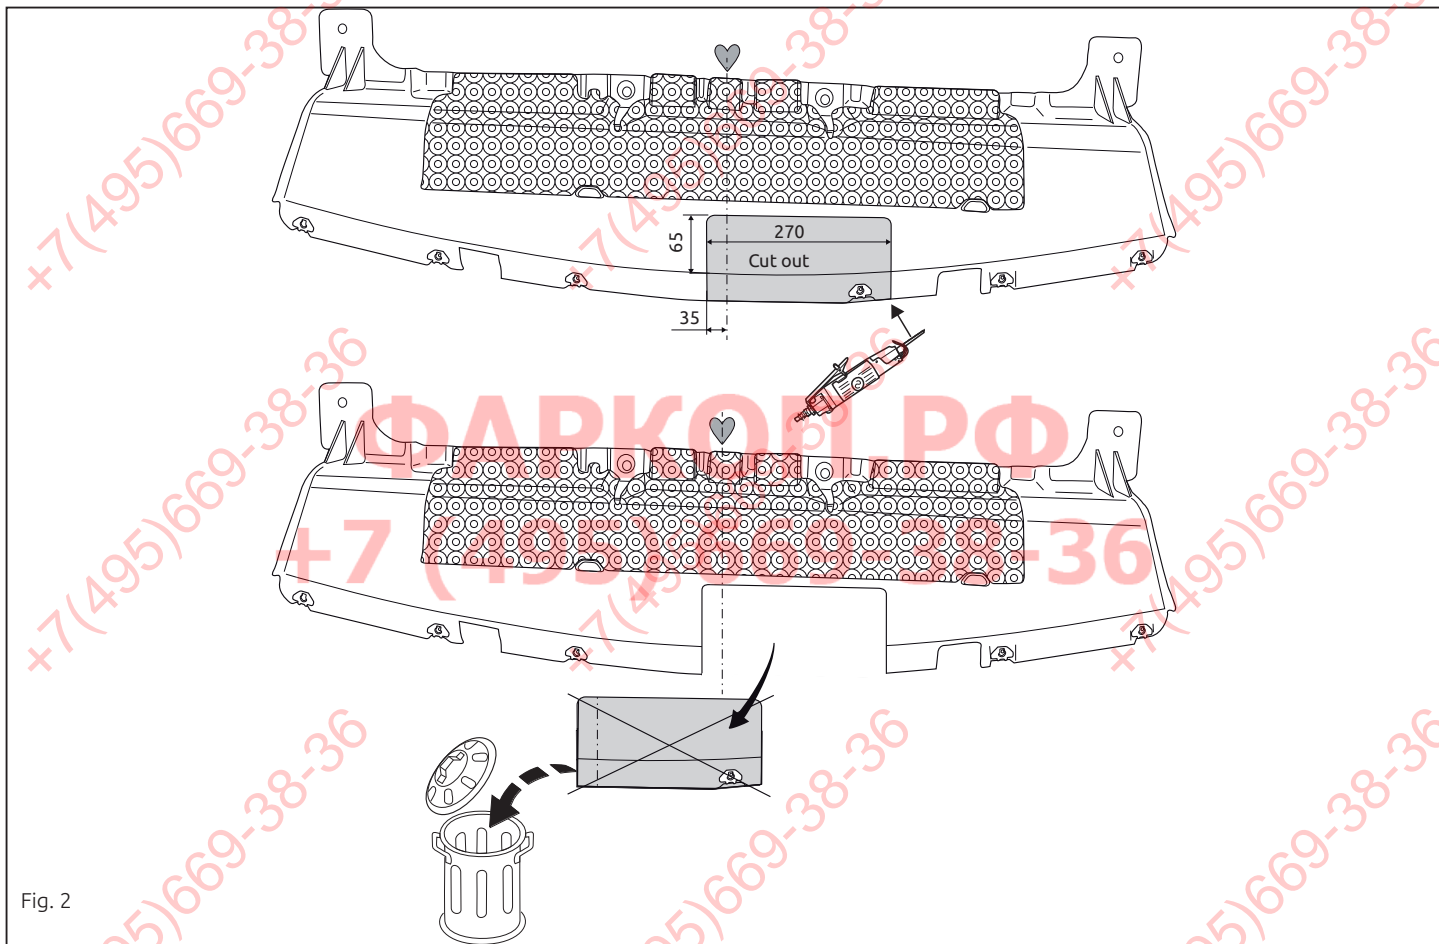

Fig. 2
11. Выпилить обозначенную часть, как указано на рис. 2.